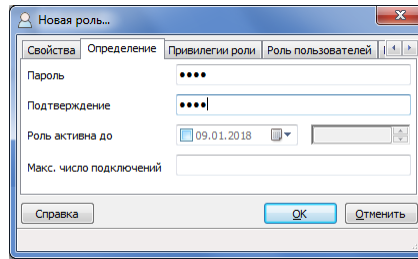

Рис. 3.16. Создание новой роли (вкладка *Определение*)
- Перейдите на вкладку *Определение* и введите значение **root** в полях *Пароль* и *Подтверждение* (Рис. 3.16)